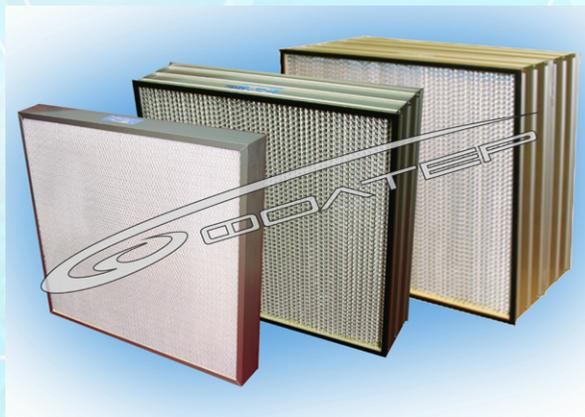
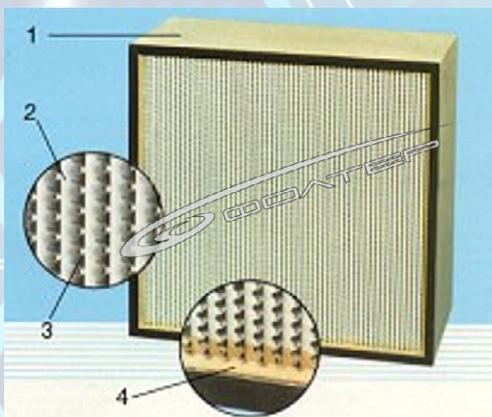

Рис.1 Фильтры EPA и HEPA типа ФЯС
Рис.2 Фильтр с алюминиевыми сепараторами
Фильтры ФЯС (рис.2) состоят из корпуса (1), внутри которого складками уложен фильтрующий материал (2). Для предотвращения слипания соседних складок между ними прокладываются сепараторы из алюминиевой фольги (3) (рис.1) или специальные нити (2) (рис.3), наклеиваемые на поверхность фильтрующего материала (1) (рис. 3).
Корпус фильтра может быть изготовлен из специального алюминиевого профиля, нержавеющей листа или МДФ. Фильтры из алюминиевого профиля могут изготавливаться глубиной 69, 78, 150 и 300 мм. В тех случаях, когда корпус фильтра изготавливается из МДФ или нержавеющей листа, глубина фильтров может отличаться от указанной выше. Фильтрующий материал, включающий алюминиевые или нитевые сепараторы, герметизируется в корпусе путем заливки по всему периметру специальным герметиком (4) (рис.2). Корпус фильтра по всему периметру образует фланец (прижимную поверхность), размер которого для алюминиевого профиля составляет 15 мм, для МДФ 12 мм, а для корпуса из нержавеющей листа 14-18мм. На этот фланец наносится резиновое уплотнение (с одной или двух сторон). На входе и выходе (или с обеих сторон) фильтра может устанавливаться специальная решетка, обеспечивающая защитную, декоративную и воздухораспределительную функцию.